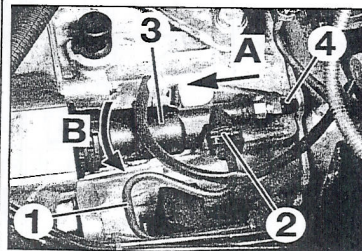

FIGURA 2-1
Desmontar sin desmontarla, la grapa de retención (2) del tubo sobre el cilindro receptor (3) (figura 2-1).
Conectar un tubo transparente sobre el tornillo de purga (4) del cilindro receptor (3) (figura 2-1).